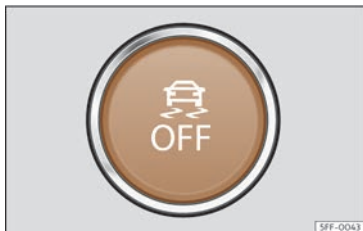

Fig. 123 Dans la partie inférieure de la console centrale : touche d'activation/désactivation de l'ESC.
- L'ESC en mode « Sport » peut être désactivé et activé par pulsion brève du bouton  de la console centrale >>> **fig. 123**.
- L'ESC peut être désactivé et activé par pulsion longue du bouton  de la console centrale >>> **fig. 123**.